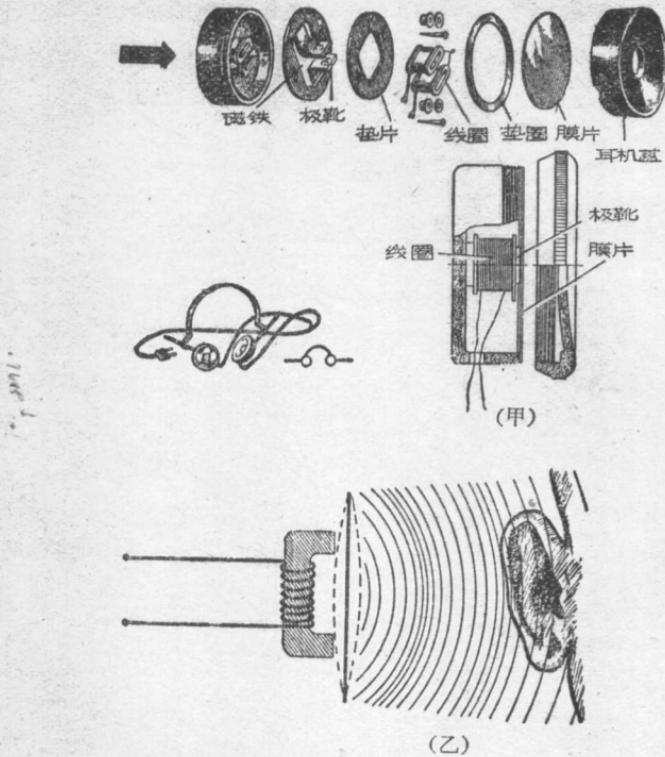

图 7 耳机及其构造
2. 耳机 这是矿石收音机中将电的能量轉化为声音的器械。它是由耳机盒、振动膜、磁鐵和两組綫圈組成，見图 7。
綫圈用非常細的綫，跟头发差不多細，圈数很多。当外来的声頻电流进入綫圈中，磁鐵的磁性跟着发生变化，使膜片也不断振动，經過空气传导就象有人說話一样了。图 7 中画出的是大形耳机，一般有两个，同时戴在两只耳朵上。还有一种小形耳机，如图 8 那样。它的結構是和上面所說的大形耳机一样，但它一般都单个使用，不要用夹子，只把它塞在耳中就行，所以也叫耳塞机，見图 8。